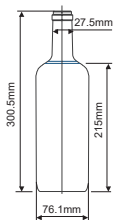
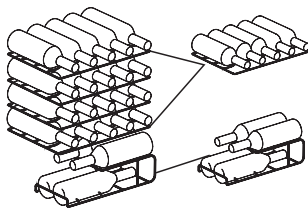
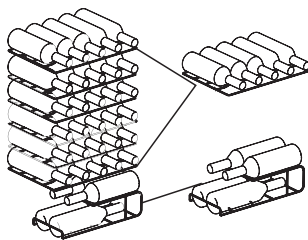

Fig.1
Fig.2
Fig.3
- Capacitatea de depozitare a sticlelor în dulapul pentru vinuri (MDRW111FGG prezentată în Fig.2, MDRW150FGG prezentată în Fig.3 ) se bazează pe următoarele dimensiuni de sticle marcate (Fig.1). Sticlele de dimensiuni mari pot influența numărul de sticle depozitate în vitrina de vin.
- Pentru modelul MDRW111FGG: Volumul maxim de îmbuteliere recomandat este de 24 de sticle, conform Fig.2
- Pentru modelul MDRW150FGG: Volumul maxim recomandat de îmbuteliere este de 34 de sticle, conform Fig.3